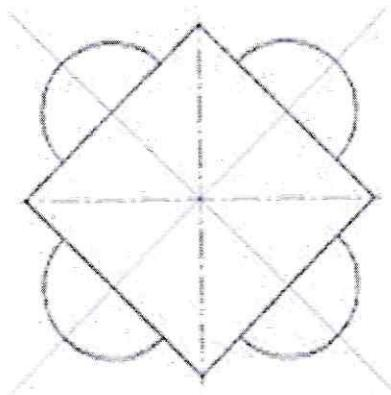

Рис. 2
3. Построить правильный квадрат с описанной окружностью радиусом 50 мм (рис. 2), используя кнопку **Много-угольник**.